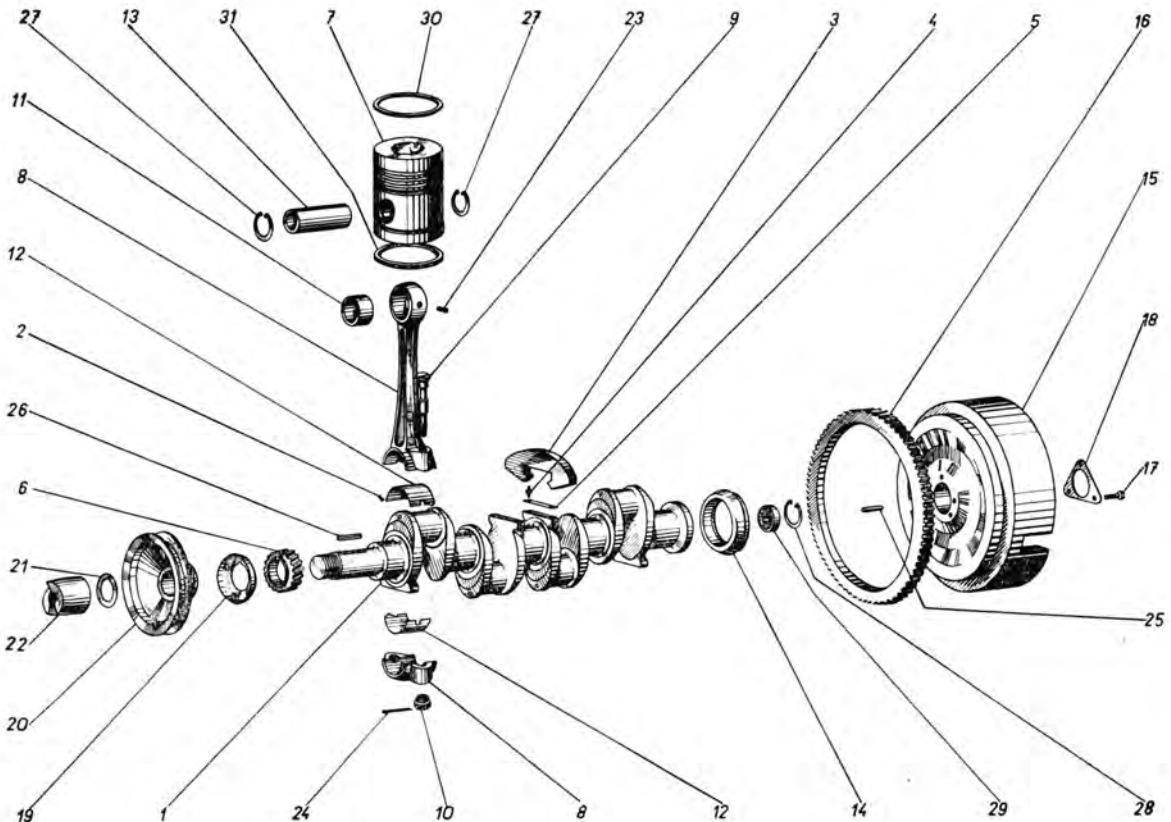

Abb. 70
Die Kurbelwelle (Abb. 70/1) ist in zweiteiligen dünnwandigen Gleitschalen gelagert. Am vorderen Ende der Kurbelwelle ist die Feder (26), das Steuerungsrad (6), der vordere Abspritzring (19) und die Riemenscheibe des Motors (20) angeordnet.
6. Die Kurbelwelle ist so zu drehen, dass sich der Pleuelstangenbolzen im unteren Totpunkt (UT) befindet. Die Kronenmutter M 12 der Pleuelstangenschrauben sind zu ensichern (Abb. 70/9), die